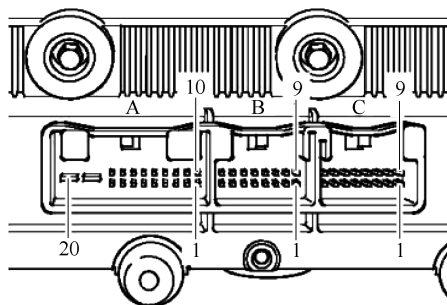

图 11-3-6 空调器控制单元端子分布
1) Climatronic 控制单元 J255 背面多针插头 A、B 和 C 的针脚布置, 如图 11-3-6 所示。
(4) 乘客舱 Climatronic 空调器